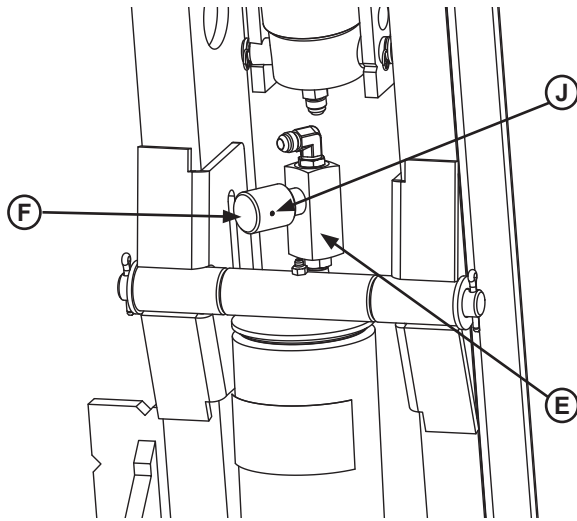
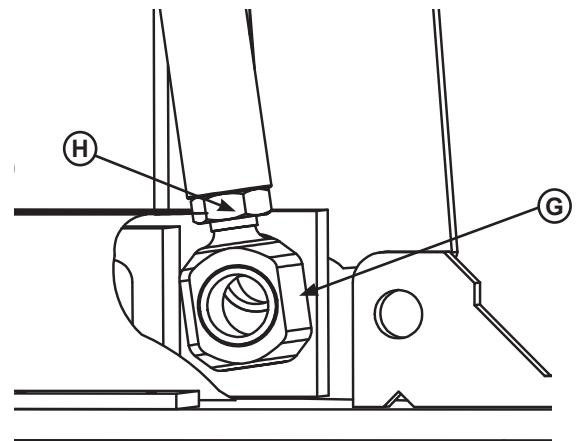

Figura 18
Figura 19
6. Abra completamente la válvula de control de flujo de velocidad descendente (E); para esto, suelte el tornillo de fijación (J) y gire la perilla (F) hacia la izquierda (consulte la **Figura 18**). Registre la cantidad de vueltas y el ajuste original para restablecer el caudal después de la purga.
9. Vuelva a conectar la horquilla del cilindro de elevación (G) a la base del empotramiento o carro con los siguientes pasos:
- b. Suelte la contratuerca (H) y ajuste la horquilla (G) de modo que el centro de la horquilla esté a la mitad hacia abajo del centro del orificio del empotramiento (consulte **Figura 19**). Después de ajustar, apriete la contratuerca.
- c. Para centrar la horquilla con el empotramiento, toque el botón BAJAR en el panel de control hasta que el pasador del cilindro (D) se deslice fácilmente a través del muñón y la horquilla.